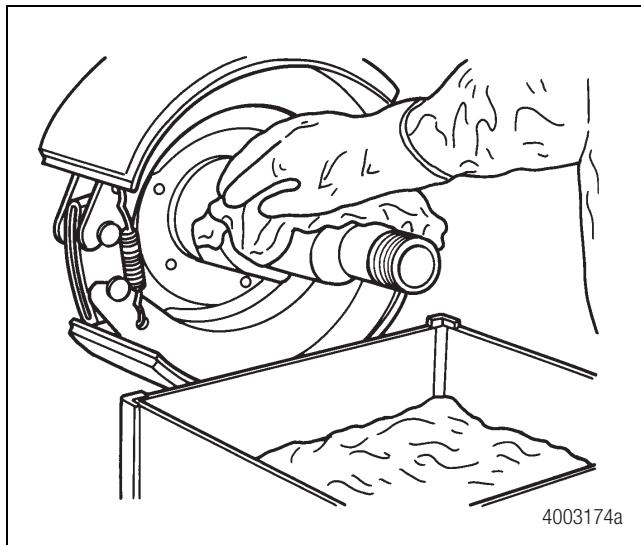

Figura 4.1
1. Con un limpiador con solventes limpie las piezas y superficies torneadas como, por ejemplo, las espigas de eje y los muñones del eje de levas. No use tanques para soluciones calientes con agua, vapor o soluciones alcalinas. Si lo hace occasionará corrosión. Figura 4.1.